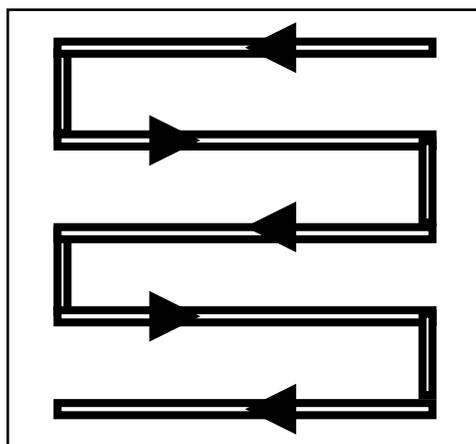

Рис. 15
12. Работайте рядами, слегка перекрывающимися друг друга. Наиболее эффективным рисунком для обработки газонов являются прямые линии вдоль одной из сторон. Это сохранит ровность рядов и гарантирует, что весь газон будет обработан, не пропуская ни одного пятна (рис. 15).